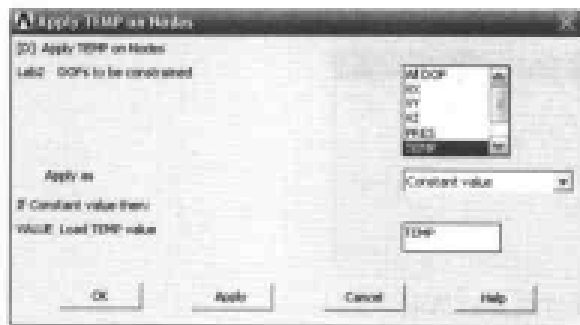

图 14-15 施加温度载荷对话框图
(6) 选择 Utility Menu | Select | Everything 命令。
(7) 选择 Utility Menu | Select | Entities 命令, 出现 Select Entities 对话框。在第 1 个下拉列表框中选择 Lines 选项, 在第 2 个下拉列表框中选择 By Num/pick 选项, 在第 3 个选项组中选中 From Full 单选按钮, 单击 OK 按钮, 出现 Select Lines 菜单, 在文本框中输入 1, 单击 OK 按钮关闭该菜单。
(8) 选择 Utility Menu | Select | Entities 命令, 出现 Select Entities 对话框。在第 1 个下拉列表框中选择 Nodes 选项, 在第 2 个下拉列表框中选择 Attached to 选项, 在第 3 个选项组中选中 Lines, all 单选按钮, 单击 OK 按钮关闭该对话框。
(9) 选择 Main Menu | Preprocessor | Loads | Define Loads | Apply | Fluid/CFD | Velocity | On Nodes 命令, 出现 Apply V on Nodes 菜单, 单击 pick all 按钮, 出现 Apply VELO load on nodes 对话框, 在 VY a Load value 文本框中输入 0, 其余选项采用默认设置, 单击 OK 按钮关闭该对话框。
(10) 选择 Utility Menu | Select | Everything 命令。
(11) 选择 Utility Menu | Select | Entities 命令, 出现 Select Entities 对话框。在第 1 个下拉列表框中选择 Lines 选项, 在第 2 个下拉列表框中选择 By Num/pick 选项, 在第 3 个选项组中选中 From Full 单选按钮, 单击 OK 按钮, 出现 Select Lines 菜单, 在文本框中输入 4, 单击 OK 按钮关闭该菜单。
(12) 选择 Utility Menu | Select | Entities 命令, 出现 Select Entities 对话框。在第 1 个下拉列表框中选择 Nodes 选项, 在第 2 个下拉列表框中选择 Attached to 选项, 在第 3 个选项组中选中 Lines, all 单选按钮, 单击 OK 按钮关闭该对话框。
(13) 选择 Main Menu | Preprocessor | Loads | Define Loads | Apply | Fluid/CFD | Velocity | On Nodes 命令, 出现 Apply V on Nodes 菜单, 单击 pick all 按钮, 出现 Apply VELO load on nodes 对话框, 在 VY a Load value 文本框中输入 0, 其余选项采用默认设置, 单击 OK 按钮关闭该对话框。
(14) 选择 Main Menu | Preprocessor | Loads | Define Loads | Apply | Thermal | Temperature | On Nodes 命令, 出现 Apply TEMP on nodes 菜单, 单击 pick all 按钮, 出现 Apply TEMP on nodes 对话框, 在 Lab2 DOFs to be constrained 列表框中选择 TEMP 选项, 在 VALUE Load TEMP value 文本框中输入 TEMP, 如图 14-15 所示, 单击 OK 按钮关闭该对话框。